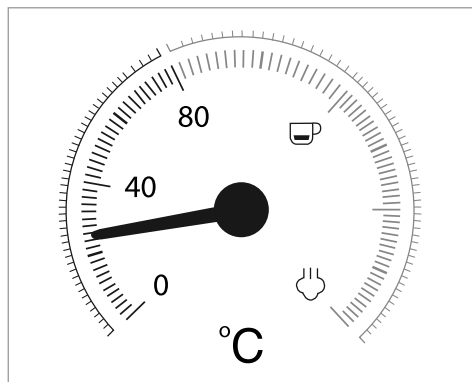

Figura 1
El indicador de temperatura (2) muestra el nivel de calentamiento del aparato (Figura 1).